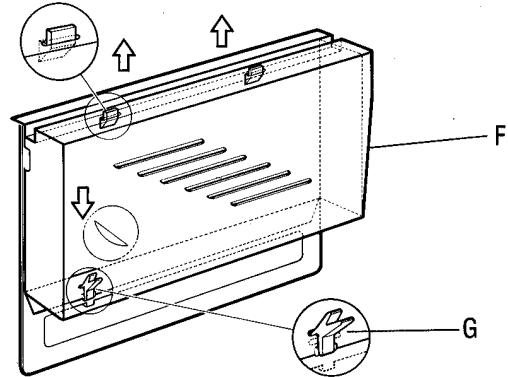

Fig. 3
- Ôter le carter F en forçant le déclencheur G comme indiqué sur la Figure 3.